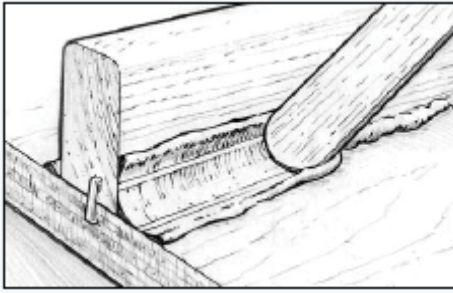

Рис.13. Сформируйте и разровняйте стык
2. Сформируйте излишки загущённой смолы в скругление, протаскивая её вдоль шва с помощью закруглённой палочки, оставляя гладкую поверхность в форме свода, ограниченную с обеих сторон кромкой. За пределами сформированного скругления останется некоторое количество материала (Рисунок 13), который может использоваться для заполнения пропущенных участков. Разравнивайте материал до тех пор, пока вы не будете удовлетворены внешним видом стыка. Палочка для смешивания обеспечит радиус скругления в 10 мм. Для формирования скругления с большим радиусом используйте пластиковый скребок 808, обрезанный в необходимой форме или выгнутый с нужным радиусом.